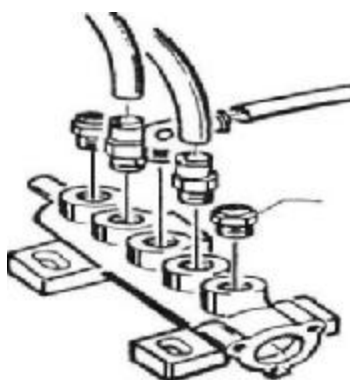

Fig.18
Для открытия/закрытия фиксаторов (см. рис. 18), действуйте следующим образом:
2. Отвинтите глушитель, нажмите педаль (на рис.18 -открывающая фиксатор педаль)
Для открытия/закрытия клапанов (смотрите рис.18) сделайте следующее: